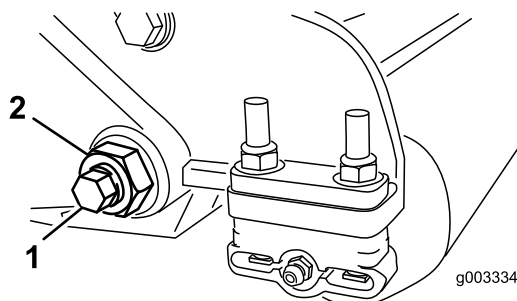
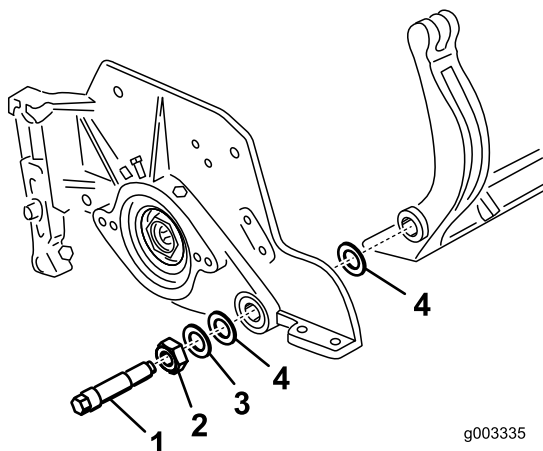

Figure 30
Figure 31
3. De chaque côté de la machine, desserrez le contre-écrou de fixation du boulon de la barre d'appui (Figure 30).
4. Retirez les boulons de la barre d'appui de façon à pouvoir abaisser la barre et la déposer de la machine (Figure 30). Mettez de côté les 2 rondelles en nylon et la rondelle en acier estampée situées de chaque côté de la barre d'appui (Figure 31).
2. Fixez la barre d'appui sur chaque plaque latérale avec les boulons (munis d'écrous) et 6 rondelles. Une rondelle en nylon doit être placée de chaque côté du bossage de la plaque latérale. Placez une rondelle en acier à l'extérieur de chaque rondelle en nylon (Figure 31). Serrez les boulons de la barre d'appui à 37-45 Nm. Serrez les contre-écrous jusqu'à ce que les rondelles en acier extérieures cessent de tourner et qu'il n'y ait plus de jeu axial ; toutefois, ne serrez pas excessivement et ne fléchissez pas les plaques latérales. Les rondelles peuvent présenter un espace à l'intérieur.